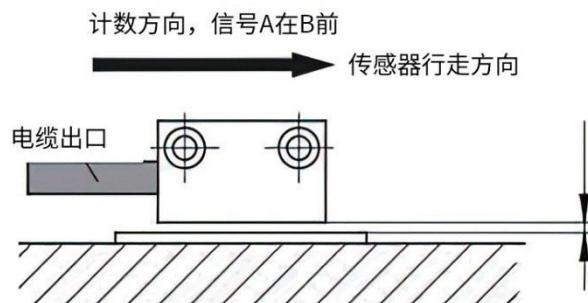
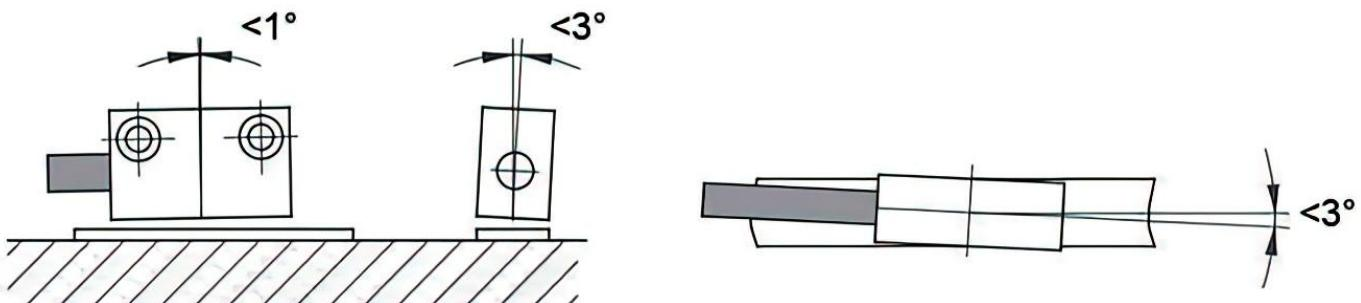

图 2-6 计数方向定义/安装
图 2-7 最大偏差
- 读数头必须与计数方向对齐（见图 2-6），如果计数方向会随跟踪电子装置（例如磁显示装置）而改变，则可以忽略。
- 安装磁栅尺读数头时，要确保磁条和读数头之间的间隙，应确保整个测量长度方向的最大偏差（见图 2-7）
- ◆ 观察在总行进距离中磁栅尺读数头和磁条之间的间隙是否超过容忍距离或读数头是否与磁条接触（见图 2-6、图 2-7）。